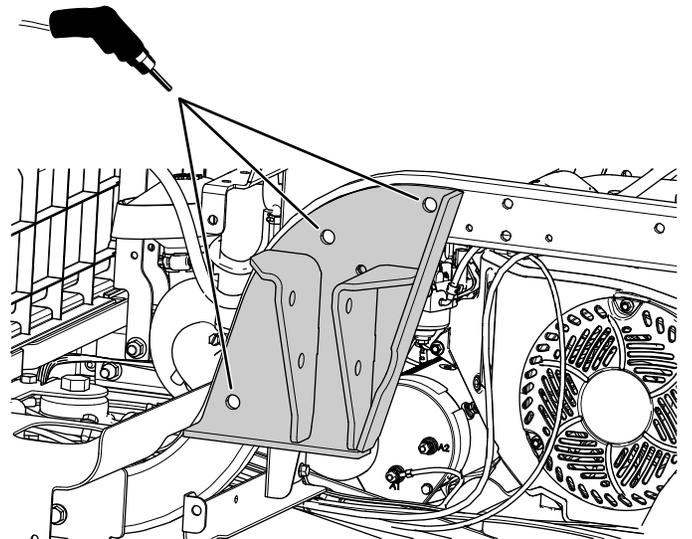

Figura 14
4. Usando un soporte del ROPS como guía, perfora tres taladros (13,5 mm) en el bastidor (Figura 14).